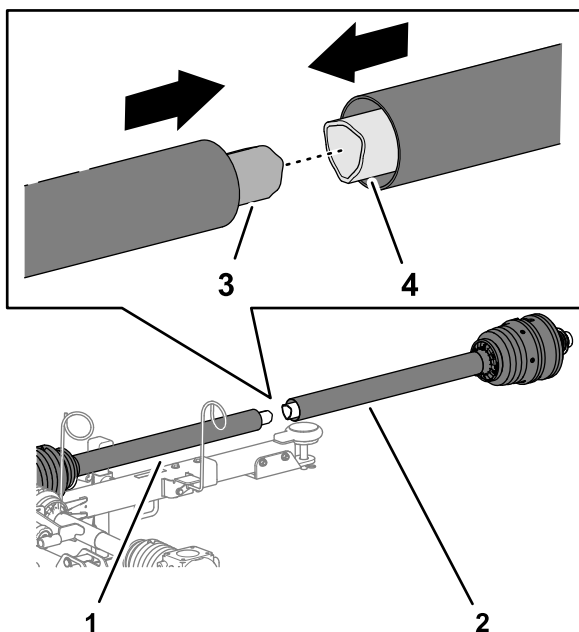

Рисунок 8
1. Совместите внутреннюю трубку задней половины приводного вала механизма отбора мощности с наружной трубкой передней половины приводного вала механизма отбора мощности и подвиньте трубки одну на другую (Рисунок 8).